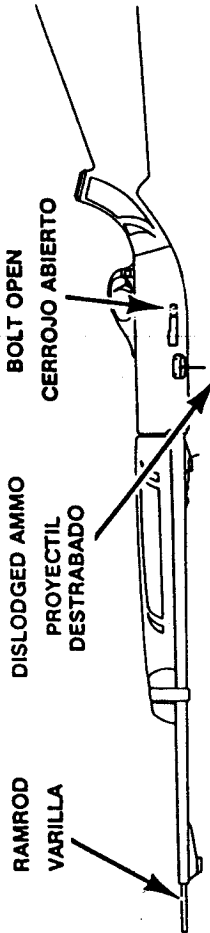

FIG. 8
- If still jammed (Fig. 8) put "on safe," open Bolt, insert a rod or straightened clothes hanger into Barrel and carefully push jammed Pellet or BB into Loading Groove. Don't try to use that Pellet or BB again.
- Si todavía sigue trabado (Fig. 8), póngale el seguro. Abra el cerrojo. Inserte una varilla o un alambre rígido en el cañón y cuidadosamente empuje el "Pellet" o Balín trabado hacia la puerta del cargador. No use ese mismo "Pellet" o Balín otra vez.